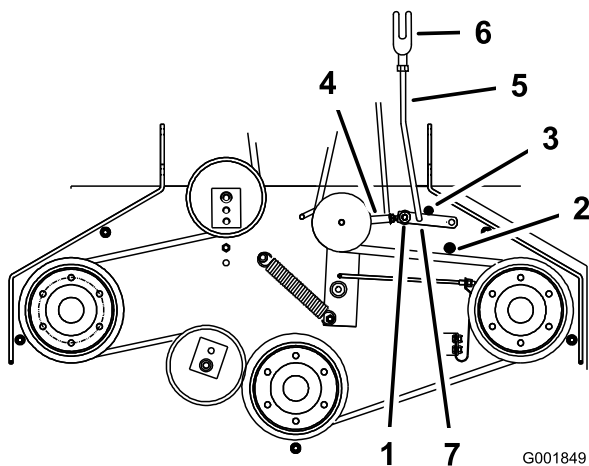

Figura 58
5. Asegúrese de que el brazo está en contacto con el tope trasero del brazo de la carcasa (Figura 58).
7. El brazo debe entrar en contacto con el tope delantero del brazo de la carcasa. Si no lo hace, la palanca acodada debe acercarse más al refuerzo (Figura 58).
8. Para ajustar el acoplamiento del brazo, retire el pasador de horquilla del brazo (Figura 58).
11. Instale el acoplamiento en el brazo y sujételo con el pasador de horquilla (Figura 58).